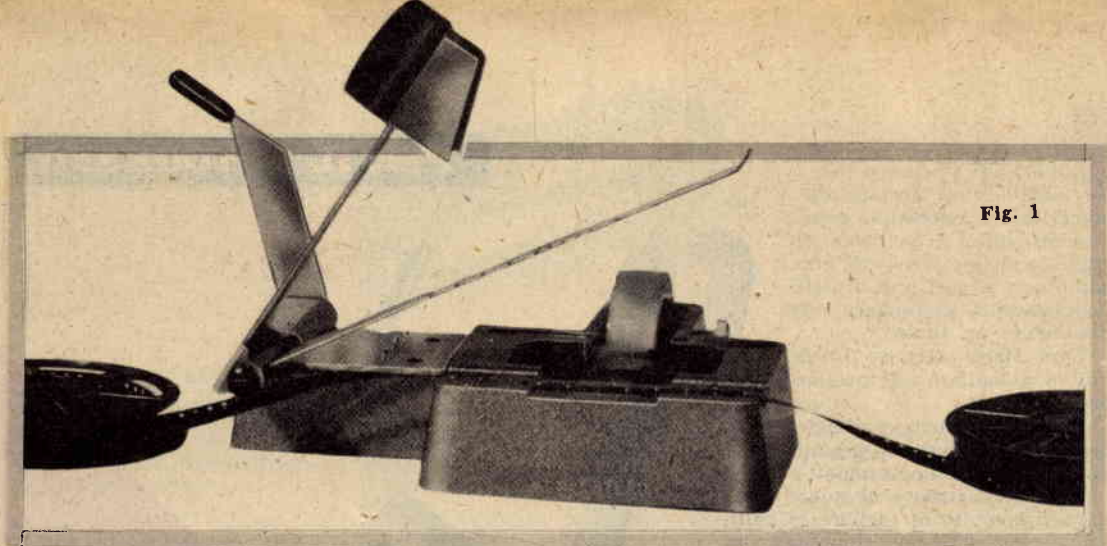

Fig. 1
- 1) Intestatura a registro dei due capi del film (fig. 1).